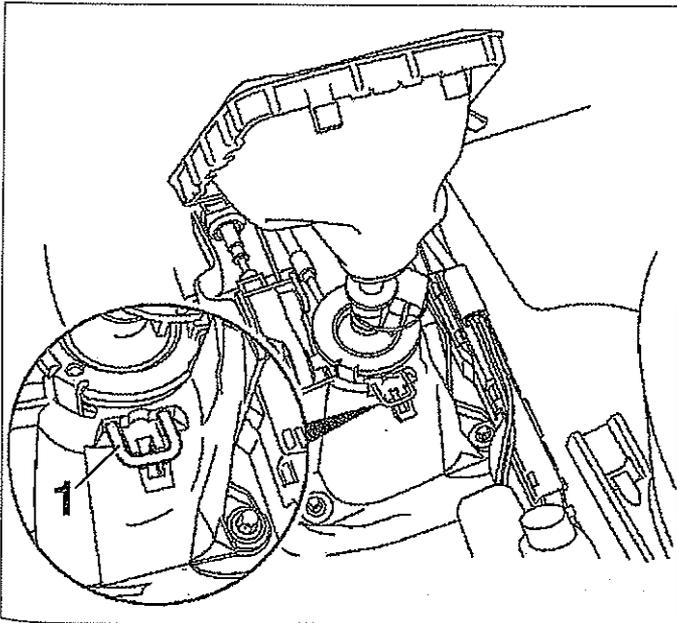

FIG. 12
- Apretar la palanca con una grapa (1) (fig. 12).